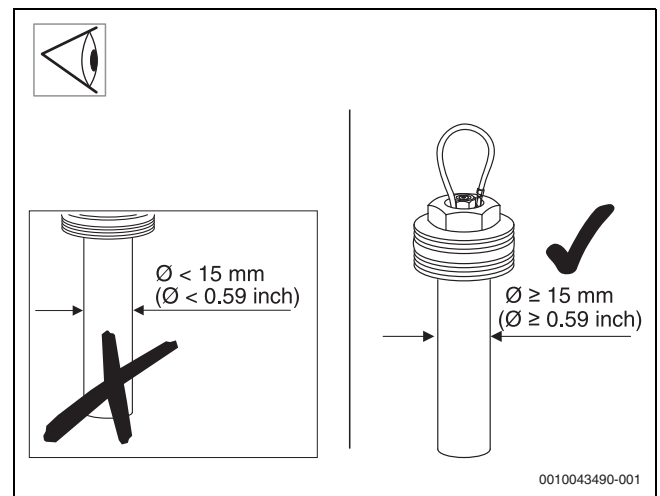

Bild 45
- ▶ Wenn der Durchmesser der Magnesiumanode weniger als 15 mm beträgt (→ Abb. 45), Anode austauschen.